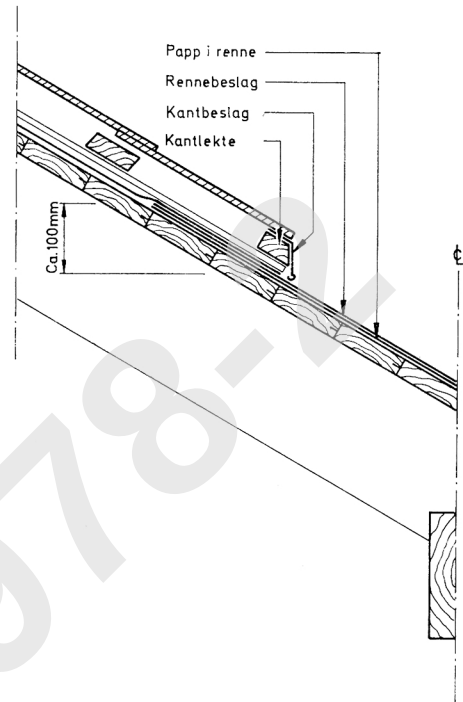

Fig. 26.3
- .3 Vinkelrenne i plan med bordtaket er mindre arbeidskrevende. Renneen lages av forsinkede stålplater som føres opp under papp og lekter for steinen, fig. 26.3.